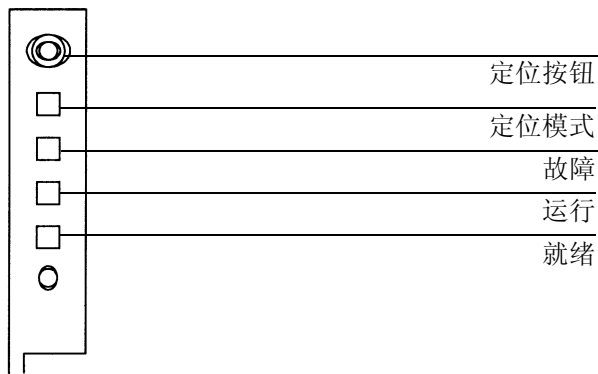

图 11 转动架定位
5. 用笔压住指示灯上面凹槽定位按钮，然后关上门。参见图 11。